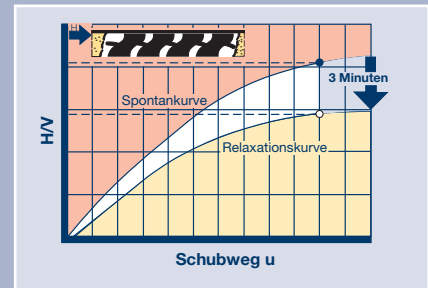

Bild 6: Schubwiderstand vom Cigular®-Deckenlager als Funktion des Schubweges bei einer Druckspannung von 1,11 N/mm2; Prinzipdarstellung
- Der Verhältniswert H/V ist bei der Einleitung der Horizontalbewegung gleich null (Bild 6). Eine Überwindung der Haftreibung, die bei Gleitlagern den höchsten Schubwiderstand leistet, entfällt.